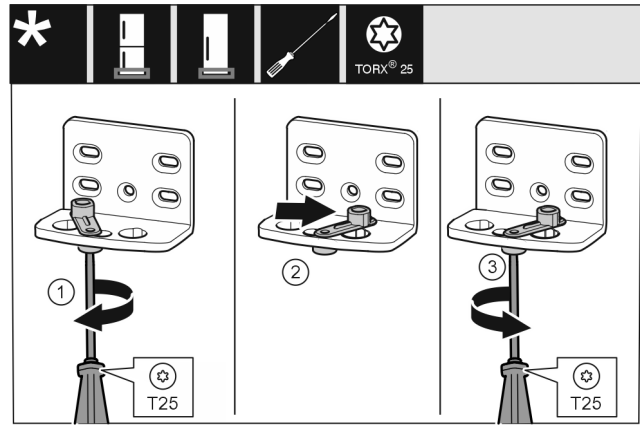

Fig. 12
- ▶ Ruuvaa ruuvit löysälle T25-ruuvimeisselillä. Fig. 12 (1)
- ▶ Nosta oven suljinta ja kierrä sitä reiässä 90° oikealle. Fig. 12 (2)
- ▶ Kiristä ruuvi T25-ruuvimeisselillä. Fig. 12 (3)